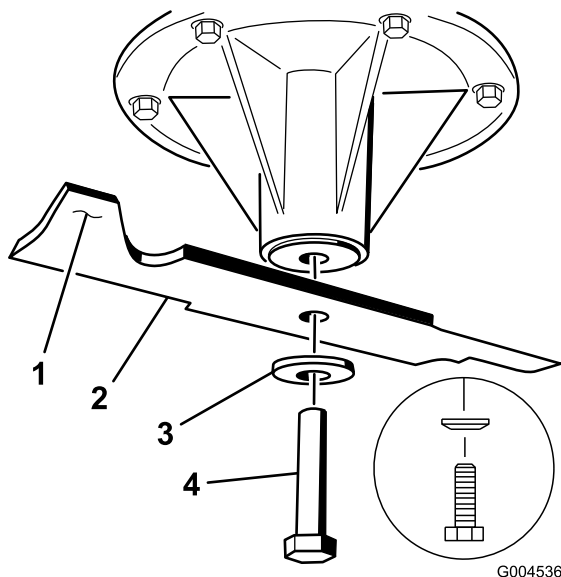

図 82
1. スピンドル・シャフトにブレードを取り付ける（図 82）。
2. スプリング・ディスクとブレード・ボルトを取り付ける。スプリング・ディスクは、円錐部をボルトの頭に向けて取り付ける（図 82）。各ブレード・ボルトを 85～110ft. -lb (115～150Nm = 11.8～15.2kg. m) にトルク締めする。